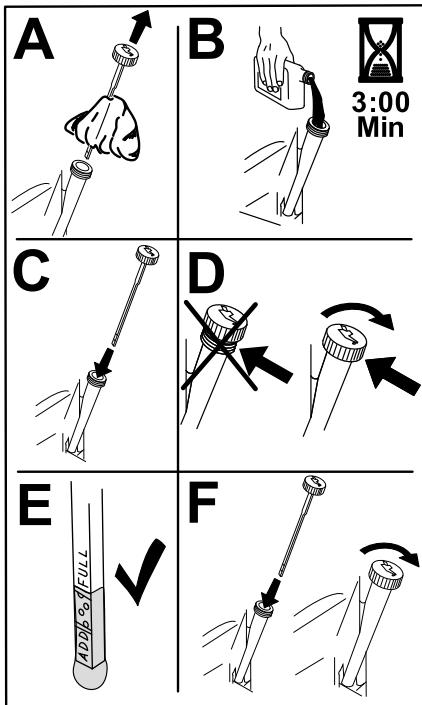

Figura 62
6. Vierta lentamente un 80% aproximadamente del aceite especificado por el tubo de llenado, luego añada lentamente el resto del aceite hasta que llegue a la marca de Lleno (Figura 62).